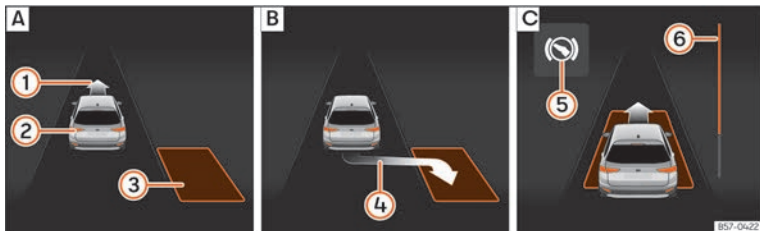
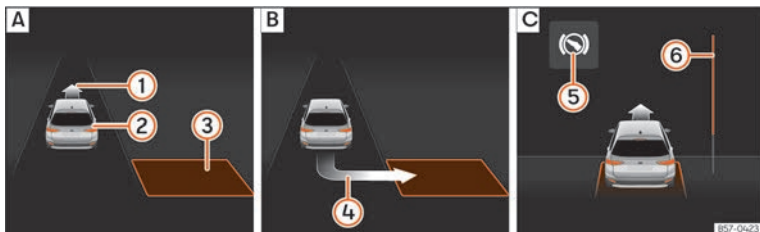

Abb. 199 Am Bildschirm des Kombi-Instruments: längs einparken. [A] Parklücke suchen. [B] Position zum Einparken. [C] Rangieren.
Abb. 200 Am Bildschirm des Kombi-Instruments: quer einparken. [A] Parklücke suchen. [B] Position zum Einparken. [C] Rangieren.
- Schauen Sie auf der Bildschirmanzeige im Kombi-Instrument, ob die Parklücke als „geeignet“ erkannt wurde und ob die korrekte Position zum Einparken » **Abb. 199** [B]
oder » **Abb. 200** [B] erreicht wurde. Die Parklücke wird als „geeignet“ betrachtet, wenn auf dem Bildschirm des Kombi-Instruments die Anzeige zum Einparken erscheint ④.
• Fahren Sie rückwärts, bis das Dauertonsignal des ParkPilot ertönt; **ODER:** fahren Sie zurück, bis auf dem Bildschirm des Kombi-Instruments die Anzeige für Vorwärtsfahren **» Abb. 199 [C]** oder **» Abb. 200 [C]** erscheint; **ODER:** fahren Sie zurück, bis am Bildschirm des Kombi-Instruments die Meldung **Park Assist beendet** erscheint. Die Fortschrittsanzeige **6** zeigt den zurückzulegenden Abstand an **» Seite 295.**
• Fahren Sie vorwärts, bis das Dauertonsignal des ParkPilot ertönt; **ODER:** fahren Sie vorwärts, bis am Bildschirm des Kombi-Instruments die Anzeige zur Rückwärtsfahrt erscheint. Der Parklenkassistent lenkt das Fahrzeug vorwärts und rückwärts bis es in der Parklücke zentriert ist **» Abb. 199 [C]** oder **» Abb. 200 [C].**
» Abb. 199 6 und **» Abb. 200 6** am Bildschirm des Kombi-Instruments zeigt symbolisch die noch zu fahrende relative Fahrstrecke an. Je länger die Distanz ist, desto größer ist der Füllstand des Fortschrittsbalkens. Bei Vorwärtsfahrt nimmt die Füllung des Fortschrittsbalkens nach oben ab und bei Rückwärtsfahrt nimmt die Füllung des Fortschrittsbalkens nach unten ab.